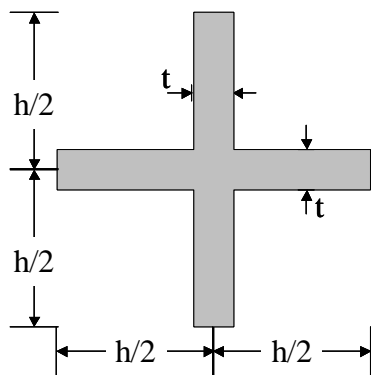

Figure 1
1. For the shape illustrated in Fig. 1, compute the minimum moment of inertia I about its centroid (*Hint*: you can add two basic shapes and then subtract the overlap) (25 points).
1. Calculer le moment d'inertie (second moment) minimal de la forme illustrée à la Fig. 1 par rapport à son centroïde (*Indice*: vous pouvez additionner deux formes simples puis soustraire la zone où elles se superposent) (25 points).